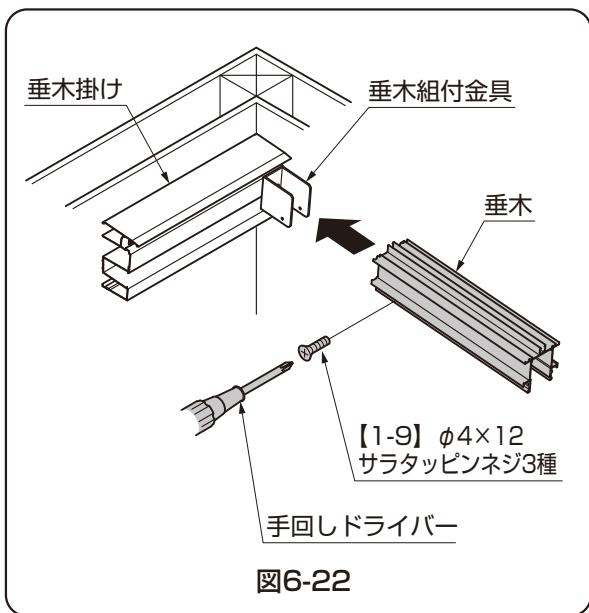

図6-22
- ① 垂木を垂木組付金具に、【1-9】で取付けてください。(図6-22参照)